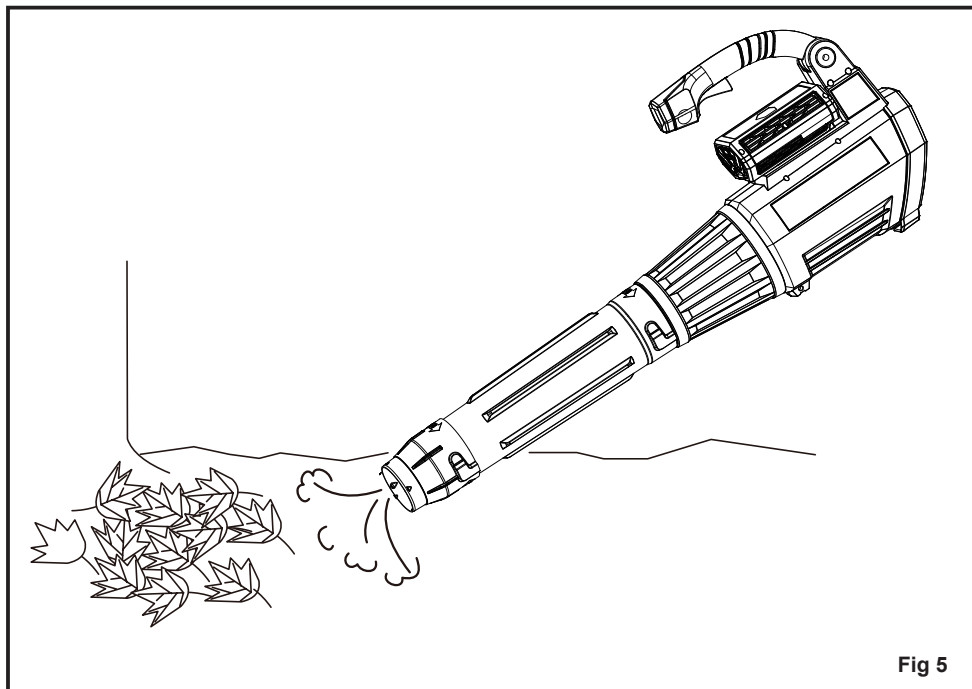

Fig 5
- Junte el pasto cortado u hojas sueltas en montones. Sople los residuos de las esquinas, alrededor de las juntas y entre los ladrillos (Fig. 5).